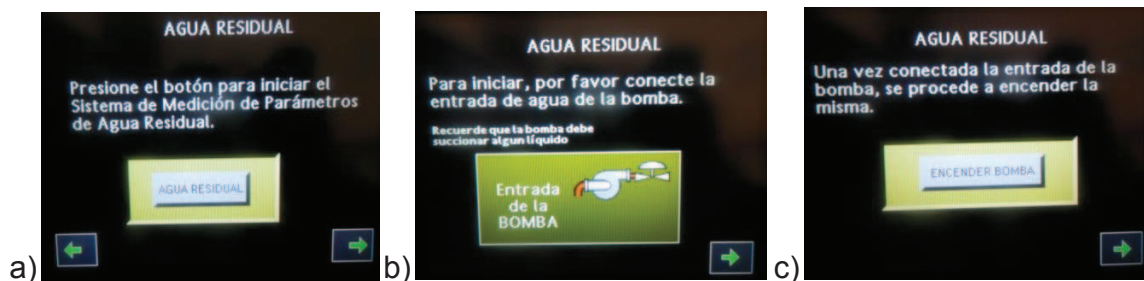

Figura 9. a) Encender Agua Residual. b) Verificar entrada de agua, y c) Encender Bomba.
6. Entonces aparece la pantalla de la Figura 9. a), presionar sobre AGUA RESIDUAL y se encenderá el Transmisor de Agua Residual (SC1000) y la luz indicadora.
7. Presiona la flecha a la derecha y pasa a la siguiente pantalla de la Figura 9. b) donde se solicita verificar que la entrada de agua a la bomba sea efectiva y presionar la flecha a la derecha y entonces pasa a la Figura 9. c) donde solicita encender la bomba.